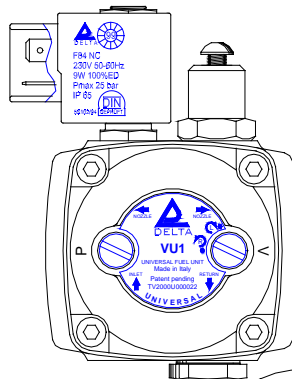

Fig. 1
- Utilisez une clé hexagonale de 19 mm, ôtez le bouchon de 1/4" qui ferme l'orifice de retour (Fig. 1).
- Insérez et vissez un bouchon 1/4" dans l'orifice de retour (Fig.1).